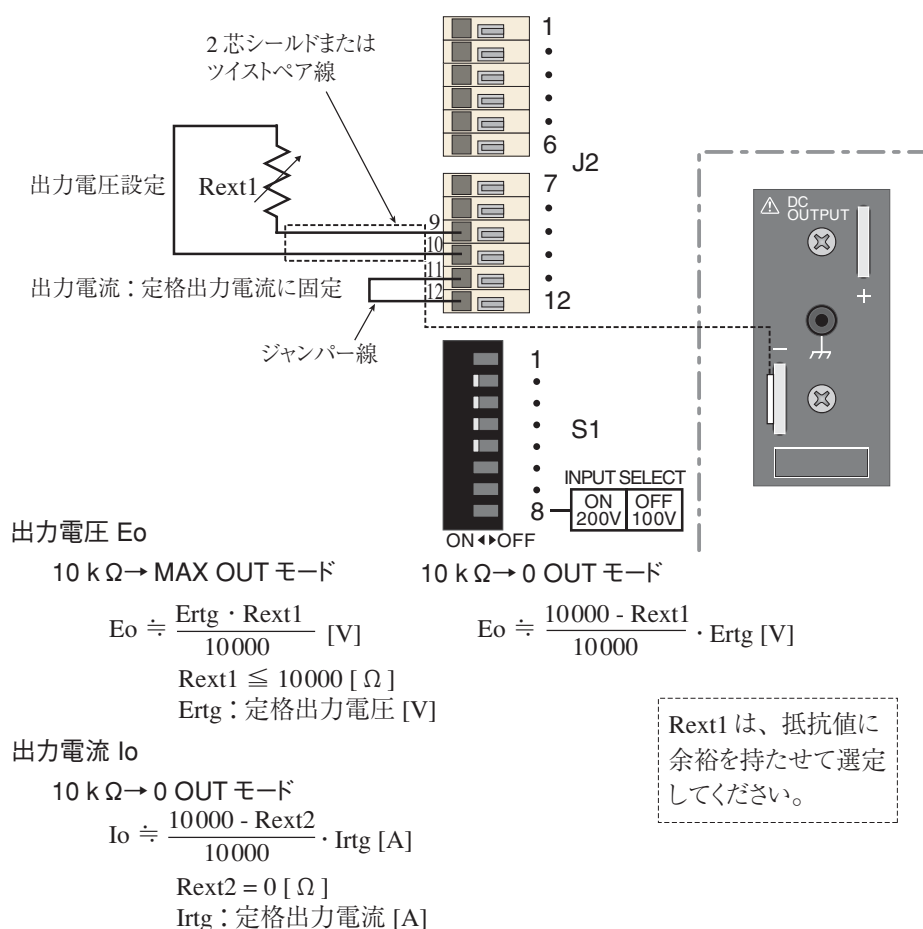

図 4-12 コントロール 6 の接続
- ・ Rext1 と出力電圧 Eo、および Rext2 と出力電流 Io との関係は、ほぼ図 4-12 に示した式のようになります。しかし、出力値に精度が要求される場合は、Rext1 および Rext2 の値によってゼロと出力する最大値を調整する必要があります。（ただし、Eo は 10 kΩ → 0 OUT モードのとき）